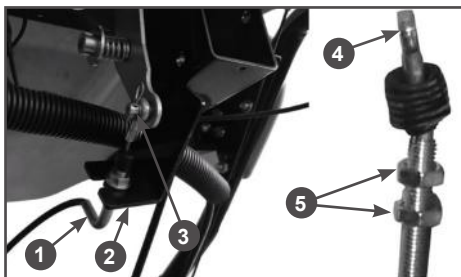

Рис. 11 Установка троса управления дефлектором
11. Подключите трос управления дефлектором к рычагу управления дефлектором. Смажьте наконечник троса 4 и ось 3 рычага управления дефлектором многоцелевой консистентной смазкой CHAMPION EP-0. Установите наконечник троса 4 на ось 3 рычага управления дефлектором и закрепите его шплинтом (Рис. 11). Вставьте оболочку троса в кронштейн 2 панели и затяните гайки 5 (Рис. 11). Проверьте управление дефлектором. При перемещении рычага управления де-